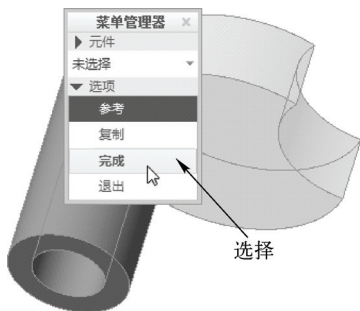

图 11-100 选择“完成”选项
STEP 03 弹出“选择”对话框，在模型树中选择“圆柱.PRT”选项，单击鼠标中键；选择“圆饼.PRT”选项，单击鼠标中键；弹出“选项”菜单管理器，选择“完成”选项，如图 11-100 所示。